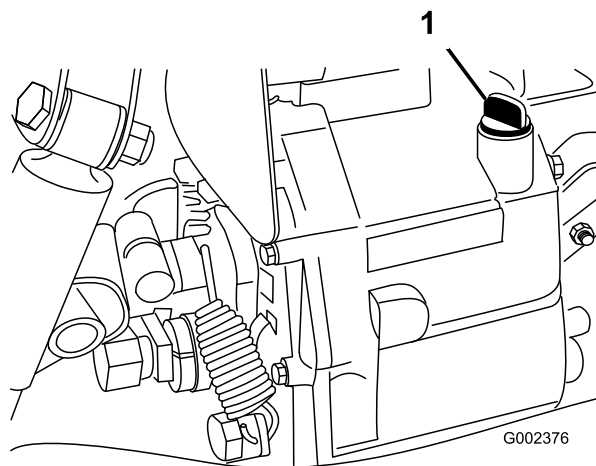

Figura 66
4. Limpe a zona em redor da vareta (Figura 66).